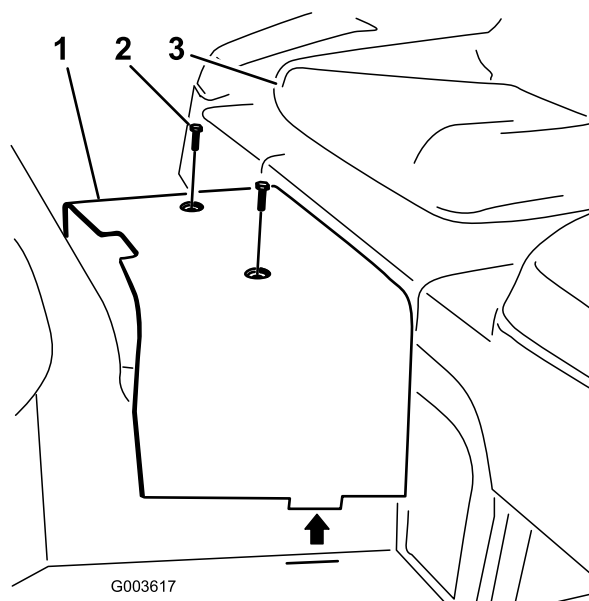

Figura 6
7. Retire los 2 tornillos que sujetan la cubierta central al bastidor (Figura 6). Retire y guarde la cubierta.